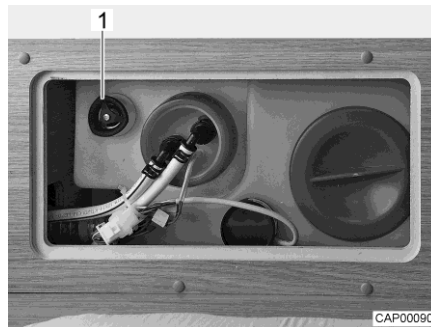

Fig. 70 Depósito de agua con tirador giratorio
- Girar el tirador giratorio (Fig. 70,1) del depósito de agua en sentido contrario a las agujas del reloj sobrepasando la resistencia, para abrir el orificio de salida completamente.